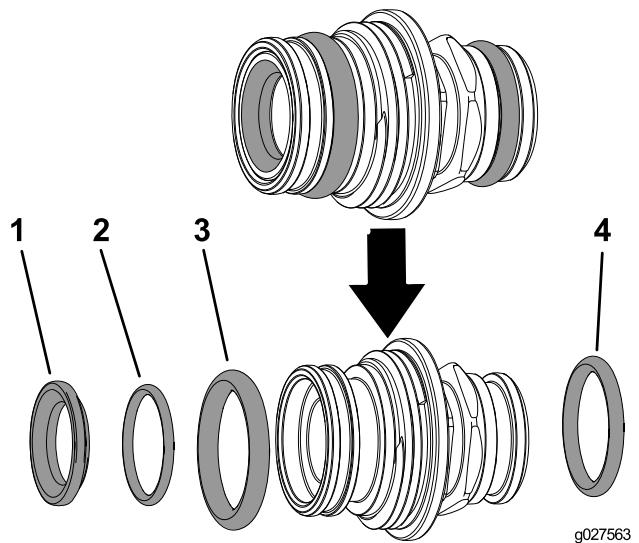

Bild 2
11. Entfernen Sie den O-Ring am Ventilsockel, den O-Ring hinten, den O-Ring der Endkappendichtung und den O-Ring des Auslaufanschlussstücks (Bild 2).